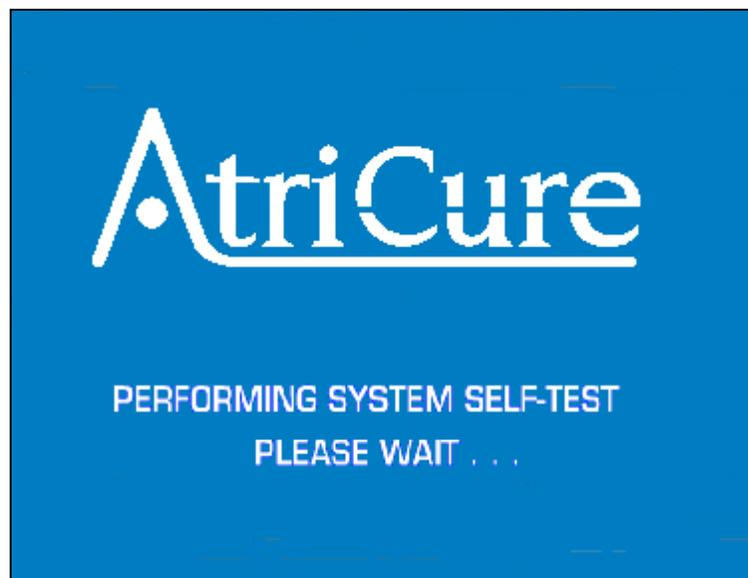

Figura 5 – Mostrador indicando o AUTOTESTE
2. Ligue a energia usando a chave LIGA/DESLIGA, localizada no módulo de entrada de energia, no painel traseiro. Quando a energia é ligada, o sistema executa os autotestes. Consulte a Figura 5. Se todos os autotestes forem bem-sucedidos, o sistema passa para o modo EM ESPERA. Se algum autoteste falhar, o sistema passa para o modo de FALHA. O autoteste gera dois bipes rápidos na inicialização. O operador deve verificar se os bipes são gerados.